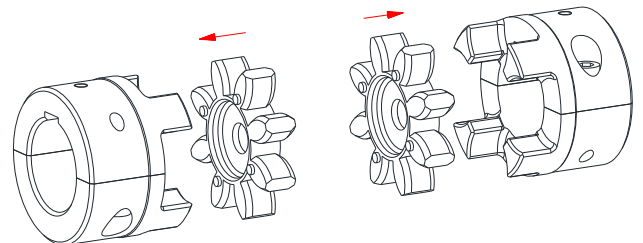

Fig. 17 : Montage des anneaux
- Placez les anneaux dans les doigts des moyeux SPLIT (voir fig. 17).